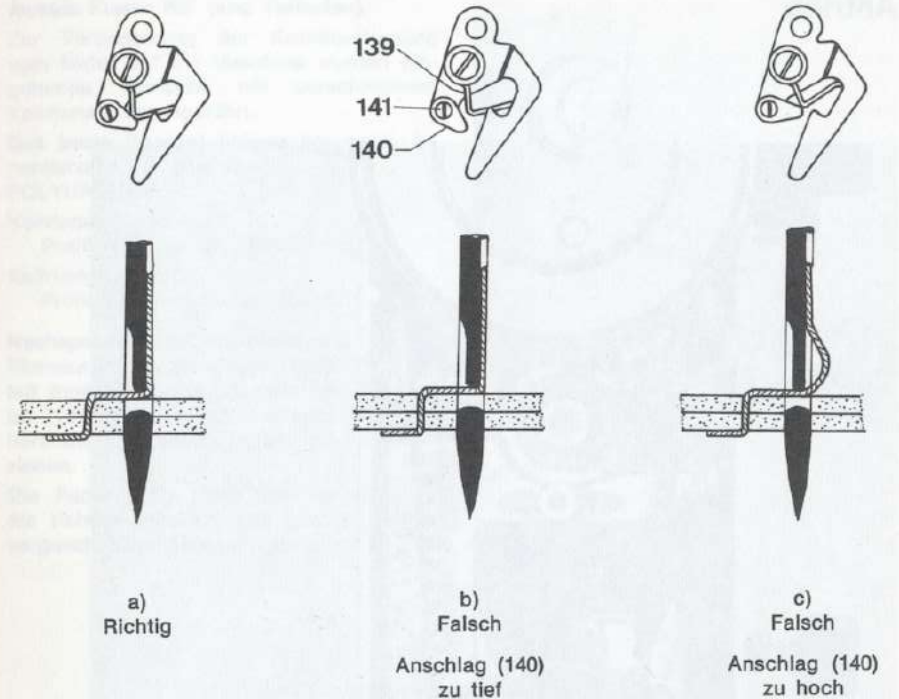

Abb. 46
Die Fadenregulatorfeder (139) soll in dem Augenblick auf dem Begrenzungsstück (140) aufliegen, in welchem das Nadelöhr in das Nähgut eintritt. Durch Drehen der Schraube (141) kann der Anschlag (140) in die richtige Position gebracht werden. (Abb. 46).